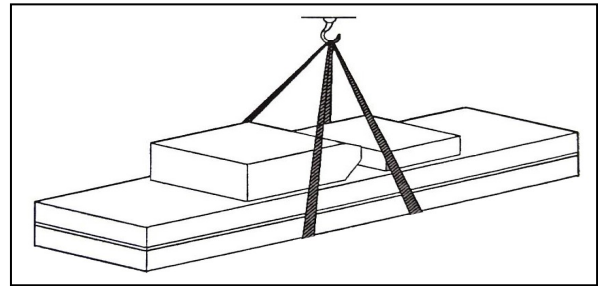

Fig. 3
**При погрузочно-разгрузочных работах груз нужно размещать так, как показано на рисунке. (Рис. 3)**